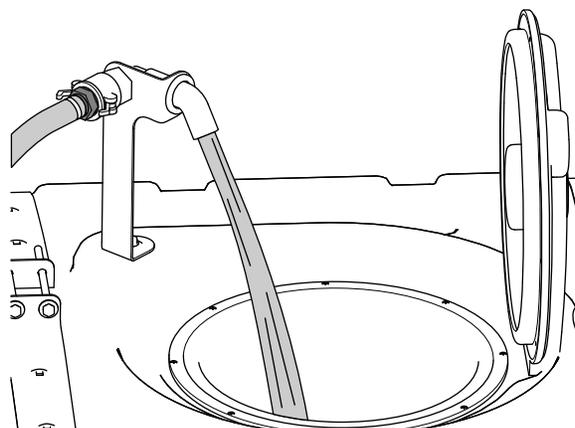

Figura 27
5. Adicione $\frac{3}{4}$ da água necessária ao depósito de pulverização (Figura 27).